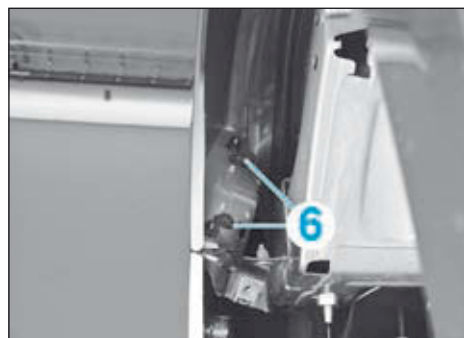

FIG.88
- Desserrer, de chaque côté, par le passage de roue, les vis (6) (Fig.88).